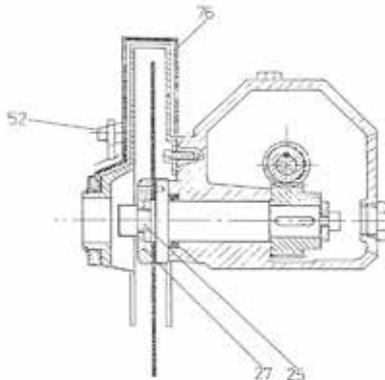

Fig. 10 Montage de la lame
1. Pour le montage de la lame, dévissez la vis (36) en maintenant le bloc moteur en haut et en poussant la protection mobile (31) vers l'arrière. Dévissez la vis (28) dans le sens horaire, enlevez la bride (29) et placez la lame. Veillez au sens correct de la denture ! Le sens de rotation est indiqué par une flèche sur le carter de protection (Fig. 10).
2. Montez la bride (29) et revissez la vis (28) (Fig. 10).